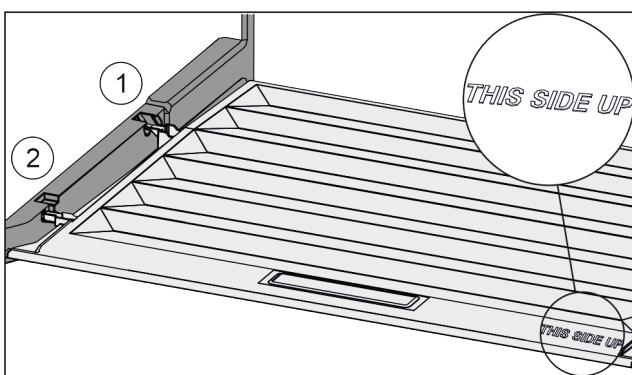

Fig. 109
- Вставить поперечні ребра через отвір заднього тримача Fig. 109 (1) і зафіксувати спереду у тримачі Fig. 109 (2).